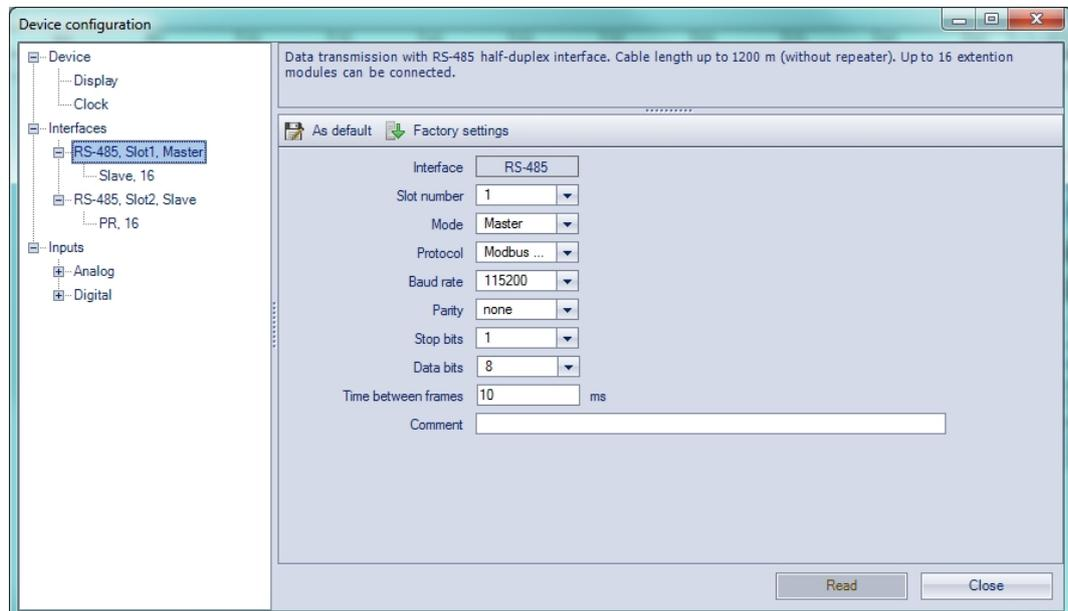
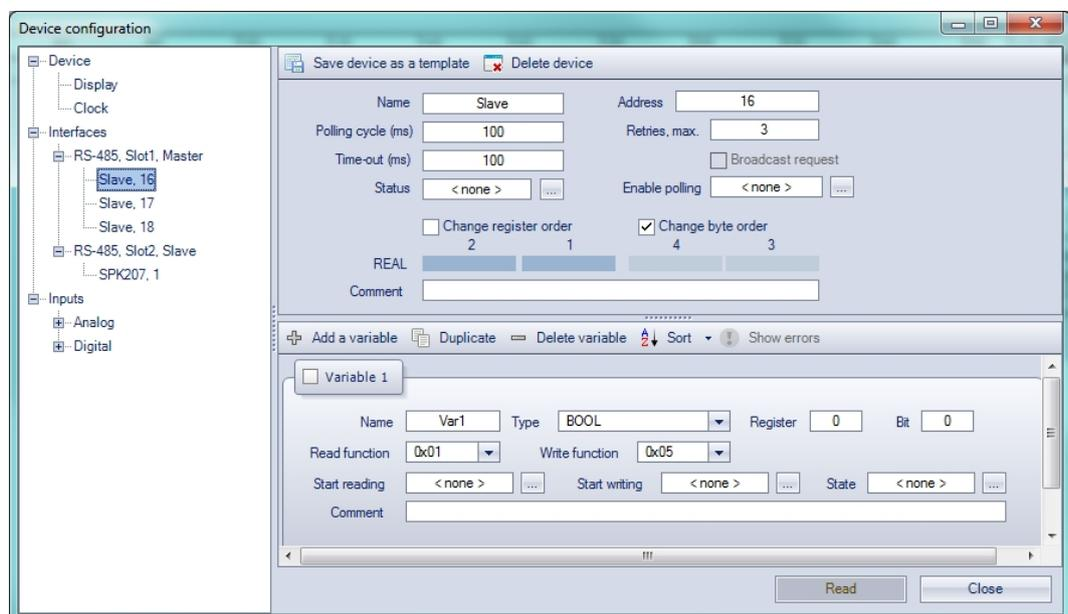

Fig. 4.5 Configuración del maestro en modo maestro
Fig. 4.6 Configuración del esclavo en modo maestro
Para agregar una interfaz haga click derecho sobre el nodo 'Interfaces' en el árbol de configuración y seleccione la opción 'Add interface' (Fig. 4.5). Configure la interfaz como maestro, luego haga click derecho para agregar un dispositivo esclavo (Fig 4.6).
- Tiempo entre tramas – El intervalo de tiempo que el maestro espera entre la última respuesta (o el tiempo de espera) y la siguiente solicitud (Fig. 4.5).
Para crear una variable a consultar haga click en el ícono ‘+’ (ver Fig. 4.6).